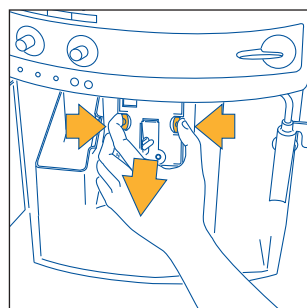

Fig. 29
- Prima lateralmente e para o centro as duas teclas vermelhas de libertação do infusor (fig. 29) e retire-o, puxando-o para fora;